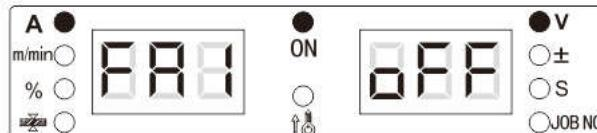

Рисунок 3-17. Отображение функции FA1 на цифровых дисплеях
- Поворотом регулятора панели управления установите выбор функции FA1 (см. Рисунок 3-17).